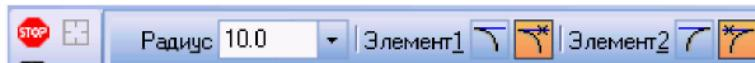

Рис. 2.3. - Переключатели Панели свойств
- 2) в **Панели свойств** в соответствующем поле задать радиус сопряжения, задать соответствующие переключатели Усекать или Не усекать элементы 1 или 2 (рис. 2.3);